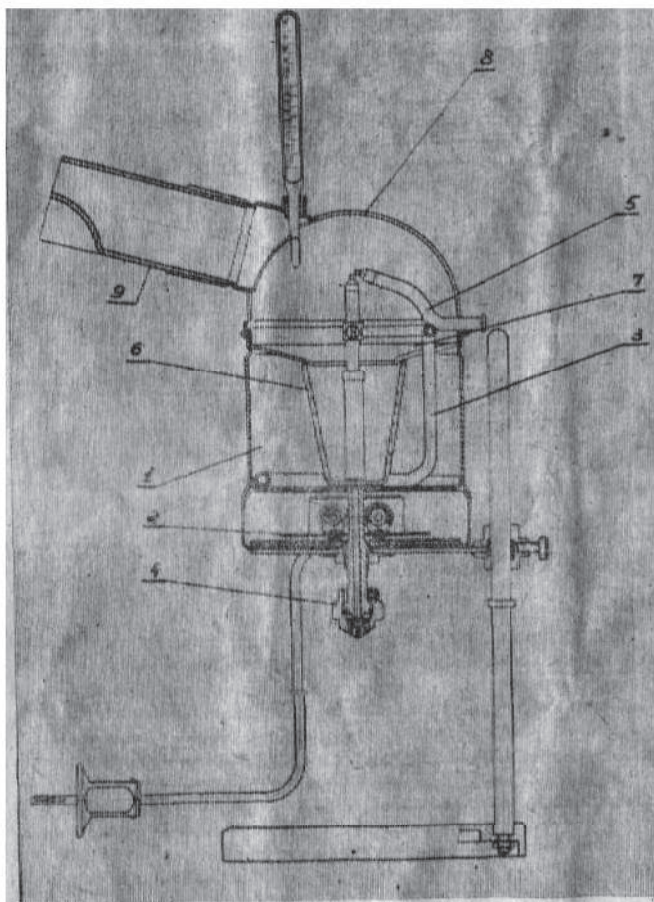

Рис. 4. Распылитель для щелочных растворов.
3. 3. 3. Распылитель для щелочных растворов (рис. 4) состоит из корпуса 1, с вмонтированным снизу электрическим нагревателем
4. 3. Распылитель для щелочных растворов (рис. 4).